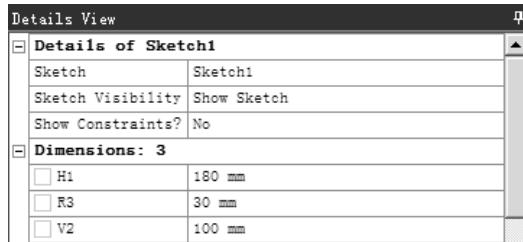

图 3.3.15 修改尺寸
(4) 修改尺寸。将尺寸修改为设计要求的尺寸, 此时“Details View”对话框如图 3.3.15 所示, 并在 Dimensions 窗口下单击  按钮, 调整尺寸至合适的位置。